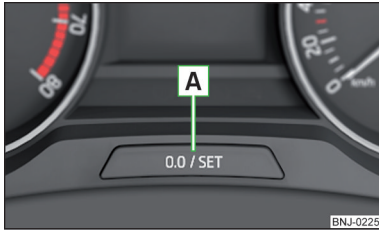

Abb. 26
» Die Taste **A** » Abb. 26 auf Seite 31 antippen.
- Die Taste **A** » Abb. 26 drücken und gedrückt halten, bis im Display der Menüpunkt **Uhrzeit** angezeigt wird.